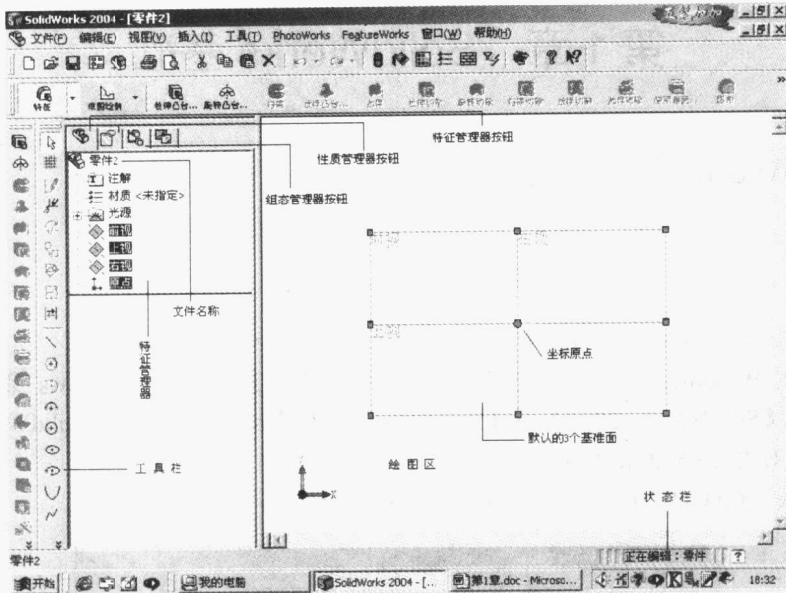

图 1-3 操作界面
(3) 单击【确定】，出现如图 1-3 所示的新建零件的操作界面。其中包括绘图区、特征管理区、菜单栏、工具栏以及状态栏等区域。
1) 界面种类: 图 1-3 所示为打开零件文件的操作画面, 装配体文件及工程图文件的工作界面与此界面类似。